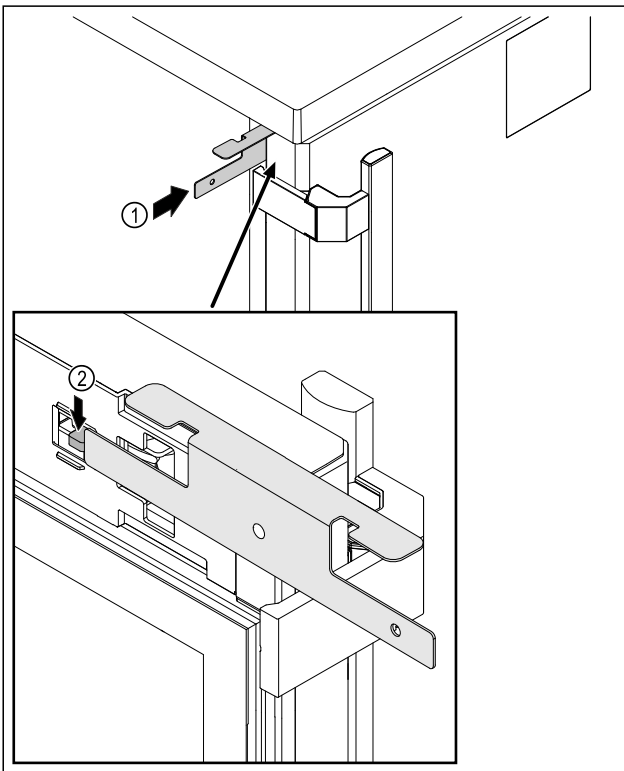

Fig. 218
- ▶ Вставте ключ аварійного розблокування Fig. 218 (1) між дверцятами та корпусом пристрою.
- ▶ Натисніть на гачок фіксації Fig. 218 (2) у напрямку дверних петель.